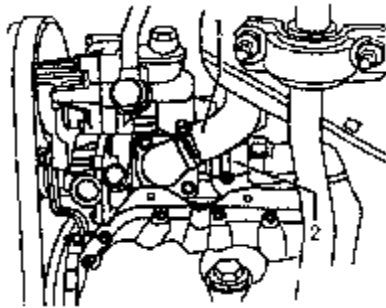

图 2-119 拆卸冷却液软管
(4) 拧下 V 形带及叶片泵多楔带轮的紧固螺栓，用一销子插入叶片泵皮带轮，并将其保持在原位，从支座上拧下叶片泵紧固螺栓，但不松开液压管接头。用绳索将叶片泵固定在车身上，从冷却液泵及节温器上断开冷却液软管 1 和 2（如图 2-119 所示）。